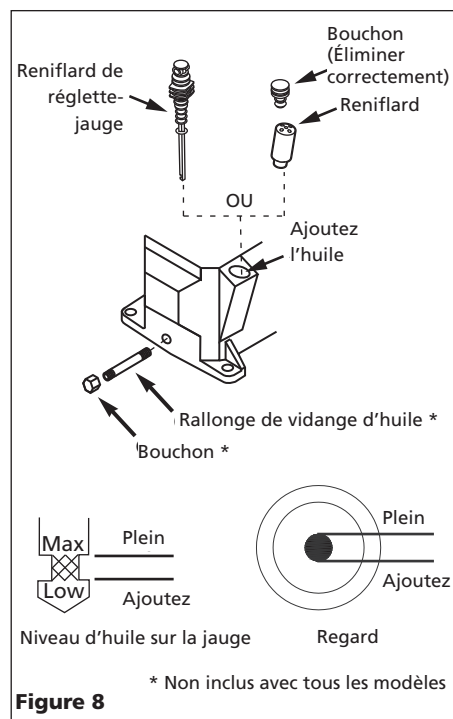

Figure 8
Un rallonge de vidange d'huile et un bouchon sont compris avec quelques modèles (situés avec le manuel d'utilisation). Installer le rallonge de vidange d'huile et le bouchon avant d'ajouter l'huile à la pompe. Pour éviter les fuites d'huile, appliquer du mastic de jointement de tuyau ou du ruban adhésif aux filets à chaque extrémité de la rallonge du drain d'huile. Visser le bouchon sur un bout de rallonge. Enlever le bouchon de vidange d'huile de la base de la pompe et installer le rallonge de vidange d'huile (Voir Figures 8 et 9).
S'assurer que le rallonge de vidange d'huile et le bouchon soient installés (si compris). Enlever le reniflard de la réglette-jauge (Voir Figure 8) et remplir la pompe d'huile selon le tableau.
- c. Enlever le bouchon de vidange (Voir les figures 8 et 9). Permettre que l'huile se vide dans le récipient.
- d. Replacer le robinet de purge, remplir la pompe au niveau complet (voir les figures 8 et 9). Utiliser l'huile à moteur synthétique Mobil 1 10W-30 dans ce compresseur.